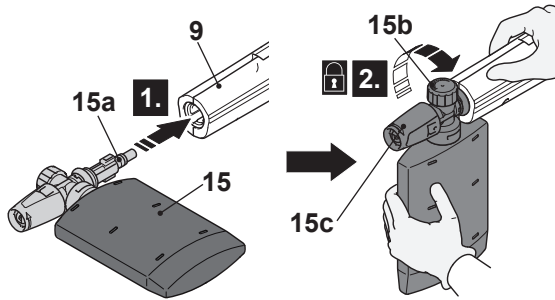

Fig. 14
2. Alinee e inserte las lengüetas (15a) del depósito de detergente (15) con las ranuras del puerto de conexión de la pistola de pulverización (9) (Fig. 14, paso 1).